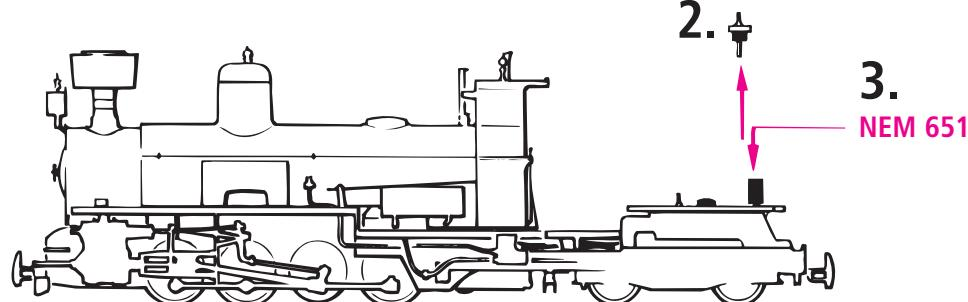
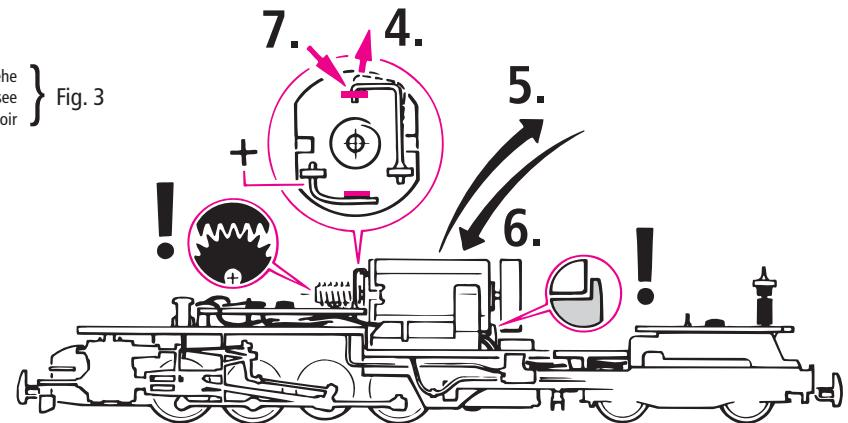

Fig. 5
Fig. 7
Um einen optimalen Lauf der Lokomotive zu gewährleisten bitten wir Sie, **vor erstmaliger Inbetriebnahme die Lager der Kuppelstangen zu ölen** (siehe Fig. 7).
2. Schmierung: Versehen Sie die im Schmierplan in Fig. 7 gekennzeichneten Stellen mit nur **kleinen Öltropfen**. Dazu zuerst das Lokgehäuse abnehmen (Fig. 3). Wir empfehlen den **ROCO-Öler** Art. Nr. **10906**. Zur Schmierung der Getriebeteile (Zahnräder, Schnecke) empfehlen wir das **Roco-Spezialfett 10905**. Im Falle der Schmierung diese Teile bitte nicht ölen.
3. Haftreifenwechsel: Zuerst Kurbelzapfen herausziehen (Fig. 5). Danach den Haftreifen mit einer Nadel oder einem feinen Schraubendreher abziehen.
Veuillez huiler légèrement les paliers de l'emballage de votre locomotive avant sa première mise en service sinon il y a risque de mauvaises qualités de marche ou même de dommages au mécanisme moteur de la machine (voir fig. 7).
N'appliquez **qu'une tout petite goutte** aux endroits indiqués par le plan de graissage (fig. 7) après avoir démonté la caisse de la locomotive (fig. 3). Nous vous recommandons le **graisseur à huile ROCO réf. 10906**. Pour graisser les engrenages (roues dentées, vis sans fin - fig. 5) nous vous conseillons la **graisse spéciale Roco ref. 10905** pour engrenages en matières synthétiques. Lorsque vous utilisez cette graisse il faut éviter d'huiler ces composants.
3. Échange des bandages d'adhérence: Retirer le pivot de manivelle (fig. 5). Délogez ensuite les essieux bandages et enlevez, à l'aide d'une aiguille ou d'un tourne-vis fin les bandages d'adhérence. Lors du montage des nouveaux bandages veuillez à ce que les bandages ne soient pas tordues.
Before taking into service your model these bearings of the coupling rods be oiled as otherwise there would be the risk of bad running qualities or damage on the locomotive (see fig. 7).
2. Lubrication: Apply **tiny oil drops** to spots marked in fig. 7. Prior to lubrication dismantle locomotive (fig. 3). We recommend using item no. 10906, Roco oiler. For lubrication the gear-parts (e.g. cog-wheels, worm) we would recommend our Roco **special grease** (item No. 10905).
3. Change of traction tyre: First pull out crank-shaft pin (fig. 5). Remove tyre using a pin or a fine screwdriver. When pressing on the new traction tyre please avoid twisting it.